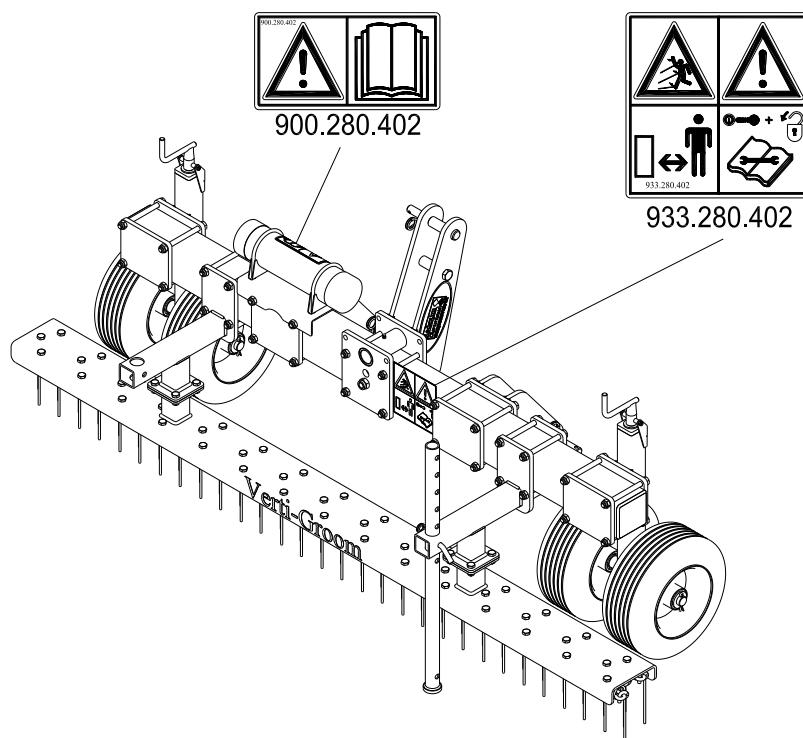

Fig. 5
På hver side af Verti-Groom er der (Fig. 5) anbragt sikkerhedsmærkater (fig. 2,3,4) med samme betydning. Disse sikkerhedsmærkater skal altid være synlige og læselige, og de skal udskiftes, hvis de beskadiges.
(7) Placering af sikkerhedsklistermærker. (Fig. 5)